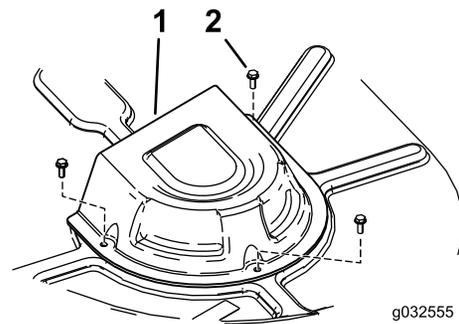

Figure 58
4. Déposez les couvercles de poulie (Figure 58).
- Posez les couvercles de poulie (Figure 58).